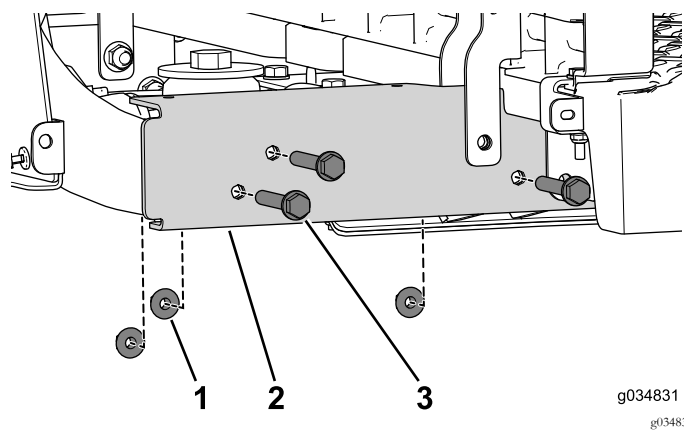

图17
4. 卸下 3 个凸缘螺栓 3/8 x 2-1/2 英寸和螺母 图17。对机器的两侧均执行此操作。